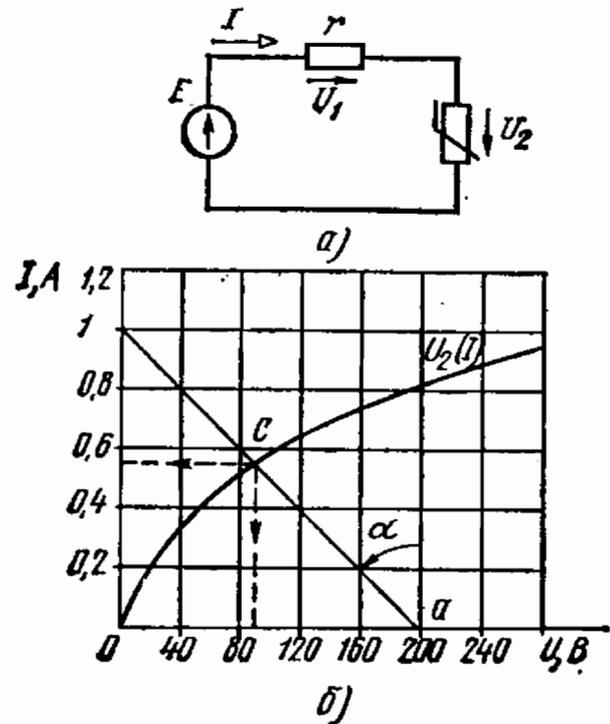

Рис. 2.2
2.2. Линейный элемент с сопротивлением $r = 200 \text{ Ом}$ и н. э., а. в. х. которого задана данными, приведенными в табл. 2.1, соединены последовательно и подключены к источнику питания с э. д. с. $E = 200 \text{ В}$ (рис. 2.2, а).
Зависимость $U_2(I)$ выражается, с одной стороны, а. в. х. н. э., заданной в табл. 2.1 (рис. 2.2, б), и с другой — уравнением $U_2(I) = U - U_1(I) = U - rI$, составленным по второму закону Кирхгофа. Последнее уравнение является прямой, проходящей через точки с координатами: $U = 0; I_k = E/r = 1 \text{ А}$ и $I = 0, U = E = 200 \text{ В}$ (рис. 2.2, б). Точка с пересечения характеристик определяет корни этой системы уравнений: $I = 55 \text{ А}$ и $U_2 = 85 \text{ В}$.
2.3. Определить ток в цепи и напряжение U_2 на нелинейном элементе (рис. 2.2, а), если $E = 6 \text{ В}$, $r = 10 \text{ Ом}$, ампер-вольтная характеристика нелинейного элемента задана в табл. 2.2.
Указание. Ампер-вольтная характеристика по данным табл. 2.1 задачи 2.2 построена на рис. 2.2. Масштабы тока и напряжения взяты равными $m_I = 0,02 A/\text{мм}$ и $m_U = 4 B/\text{мм}$. Углы наклона α_1 и α_2 опрокинутых характеристик линейных элементов с сопротивлениями r_1 и r_2 к вертикали определены из соотношений